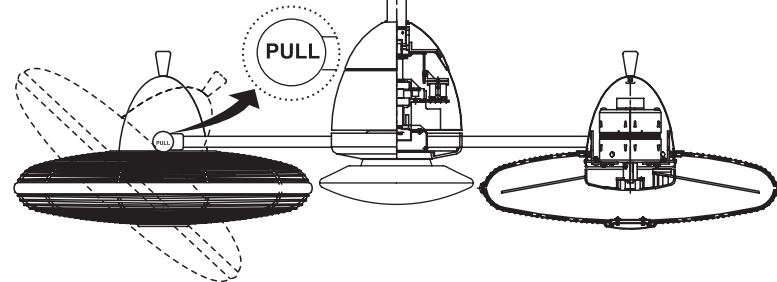

Fig. 19
Paso 1. Jale y sostenga la perilla marcada "PULL" para desengancharla del ventilador. Cuidadosamente ajuste el ventilador a la posición deseada, suelte la perilla y empujela hacia adentro hasta que el ventilador quede firme. (Fig. 19)